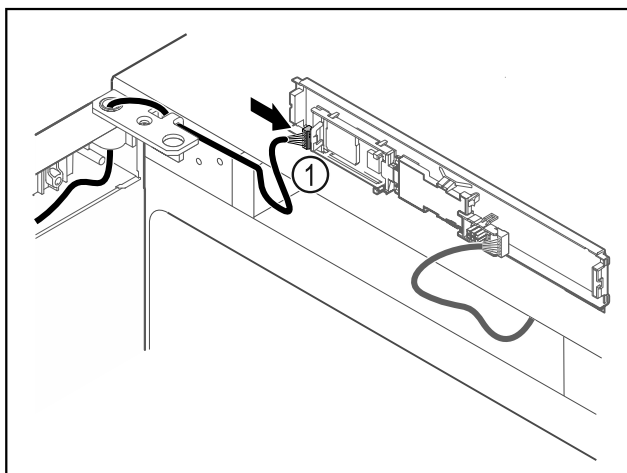

Fig. 64
- Zapojte zástrčku Fig. 64 (1) na doske plošných spojov.